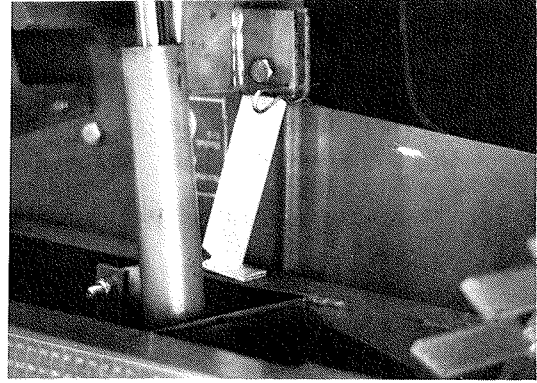

Fig. 23
- Cylinder för drivrulle vara säkrad, fig. 23.